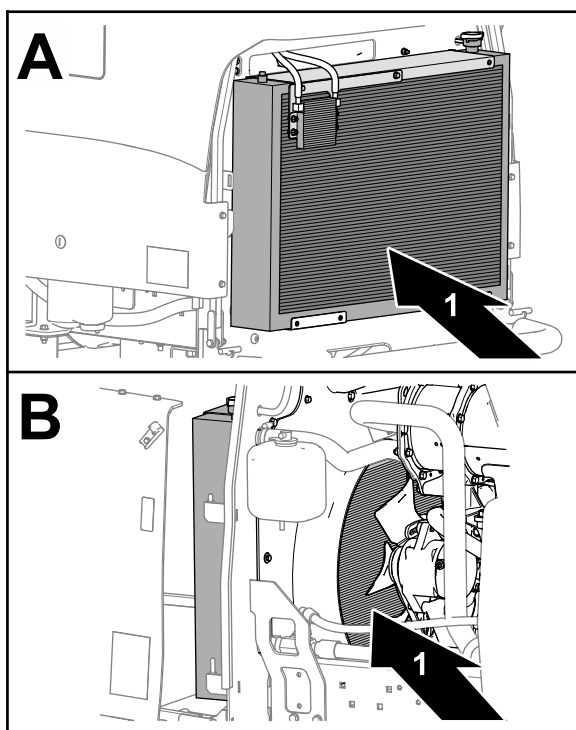

Figure 71
7. Nettoyez soigneusement les deux côtés du radiateur et du refroidisseur d'huile à l'air comprimé (Figure 71).